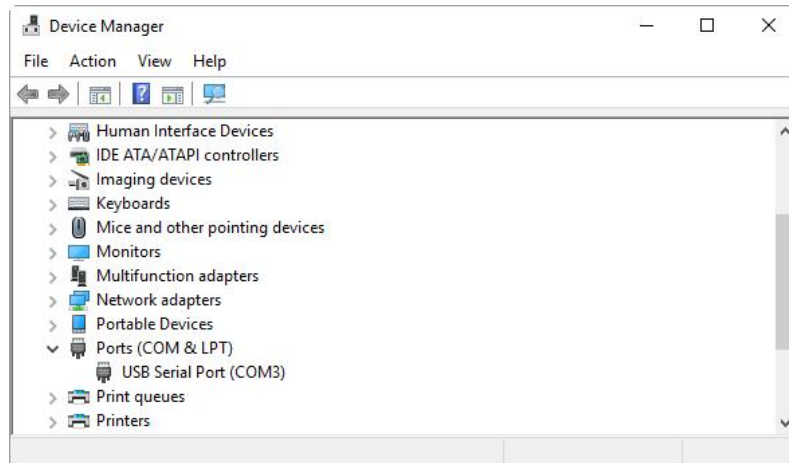

Рис. 83. Визначення COM-порту з'єднання UART-USB у Диспетчері пристроїв
8. Далі необхідно зайти до диспетчера пристроїв Windows та подивитись COM-порт під'єднаної плати. На рис.83. показано список доступних COM-портів диспетчера пристроїв на одному конкретному комп'ютері. Тут є лише один COM порт (UART-USB), якому присвоєно номер 3 (COM3). Якщо було перераховано більше COM-портів, то UART-USB -порт можна визначити, від'єднавши та знову підключивши кабель, щоб побачити, який порт COM зникає, потім знову з'являється у списку.